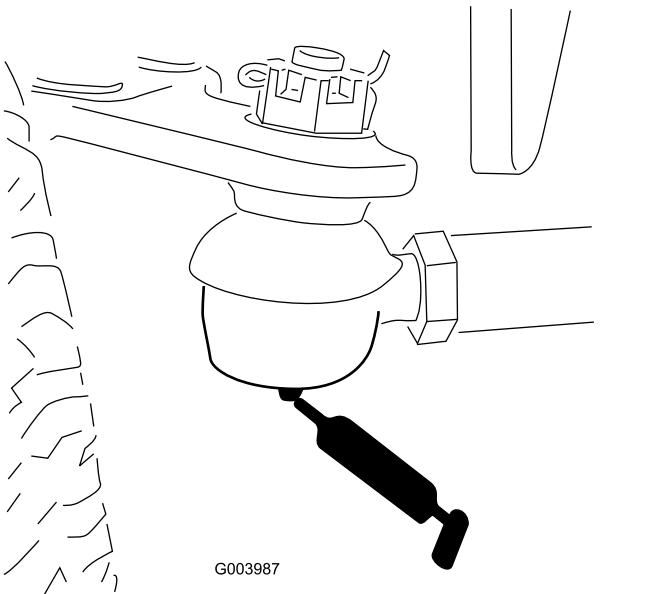

Bild 42
- Spurstange der Hinterachse (2) (Bild 42)